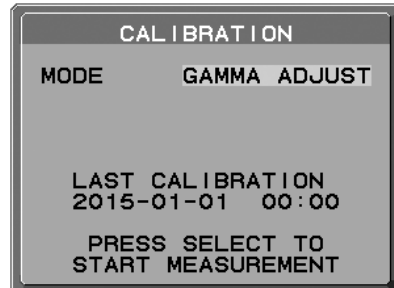

図 3
2. キャリブレーションモードで GAMMA ADJUST を選択します。(図 3)